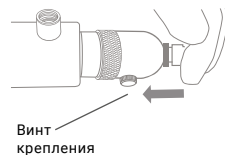

Рис. 15
13. Плотно оденьте изолирующую крышку на прижимную гайку (рис. 15), зафиксируйте ее винтом крепления.